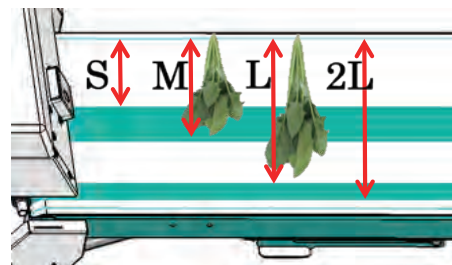

図5 搬出コンベア
- 4) 搬出部の搬出コンベアにはサイズ分けの目安となる目盛りがついています（図5）。作業終了後は、搬出コンベアは折りたたんで収納できます。